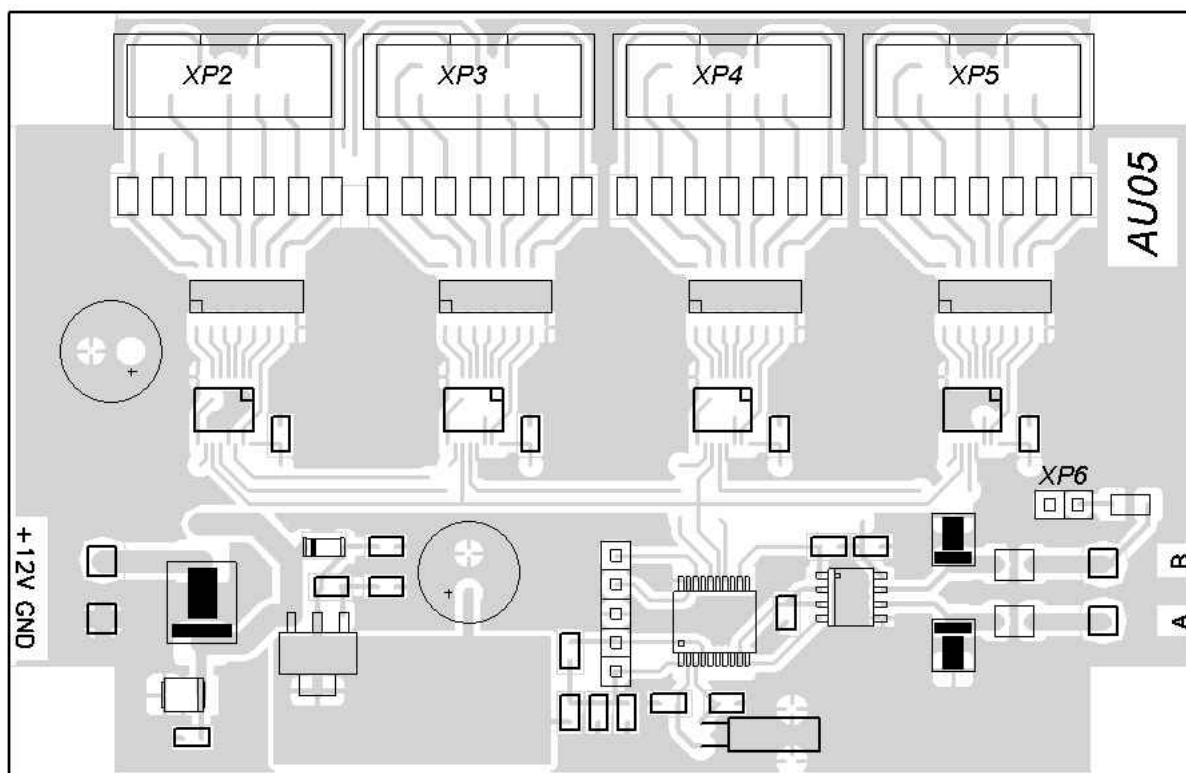

Рисунок 3 Плата AU05.700.00
5.2.2 На установленной в ТСВ плате AU05.700.00 (рис. 3) расположены: